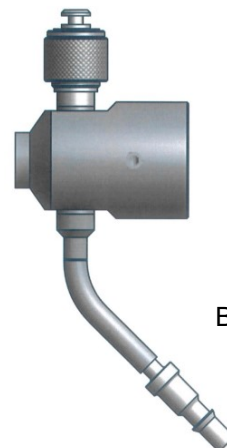

Bild 5
- CIP/SIP Gehäuse für Probenehmer mit Stopfen oder mit O-Ring (Bild 5)